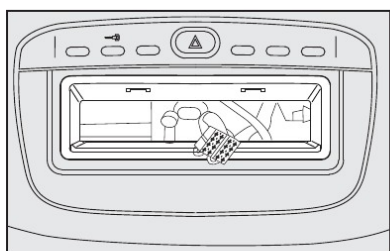

fig. 128
- cabo e plugue de alimentação do autorrádio, **fig. 128**;